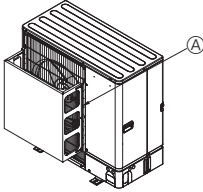
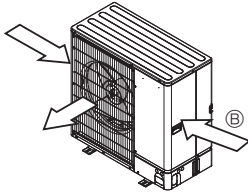

Fig. 2-4
Fig. 2-5
- ② Asenna valinnainen ilmanohjain, jos yksikkö asennetaan paikkaan, jossa voimakkaat tuulet, kuten hirmumyrsky tms., voi puhallaa suoraan ilman poistoaukkoon. (Fig. 2-4)
- ③ Ilman poistoaukon ohjain
- ④ Sijoita yksikkö niin, että poistoilma puhalletaan suorassa kulmassa vuodenaikaiseen tuulen suuntaan nähden, mikäli mahdollista. (Fig. 2-5)
- ⑤ Tuulen suunta